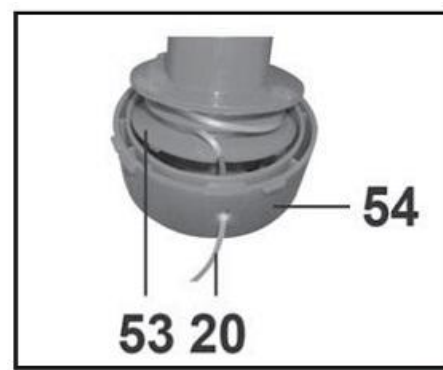

Рис. 22
**Установка шпульки (Рис. 22)**
- Осторожно нажмите на шпульку (53), чтобы она вошла в корпус катушки (54). При этом вытащите лески (20) через отверстия.
- Продолжайте крепко удерживать шпульку (53). Одну за другой потяните лески (20), чтобы они вышли из пазов шпульки (53) и свободно проходили через отверстия в корпусе катушке (54).
- Закройте крышку катушки (52), совместив с пазами выступы на корпусе катушке (54).